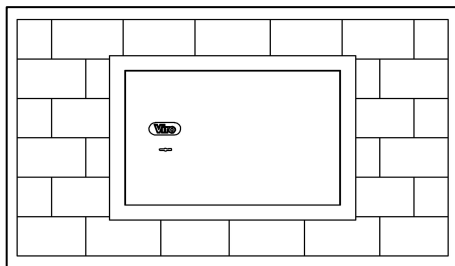

Fig. 1
- Uma profundidade em que o frontal do cofre fique à face da parede (ver Fig. 1);
3. Posicionar o cofre no roço certificando-se que fica plano e correctamente orientado, sempre com as dobradiças colocadas à direita de quem olha (ver Fig. 1). **O cofre nunca deve ser colocada em posição invertida: em tal caso a Viro não responde pelo seu correcto funcionamento.**